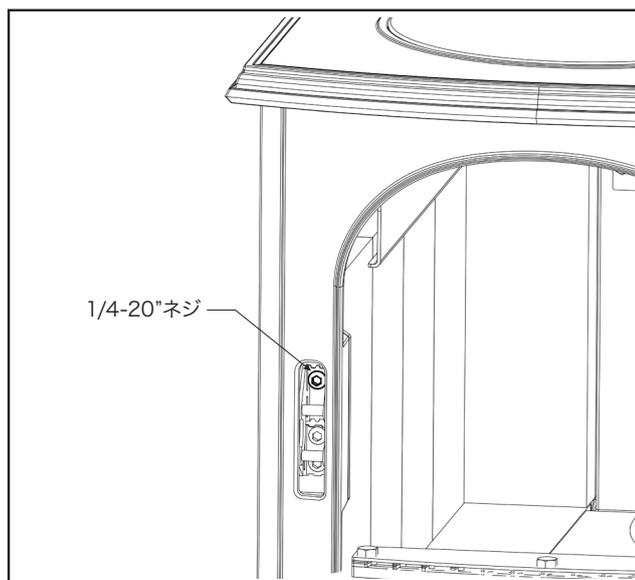

図3.5 1/4-20"ネジをきつく締めます。
2. ラッチアッセンブリ表側にある1/4-20"ネジをきつく締めます。(図3.5)